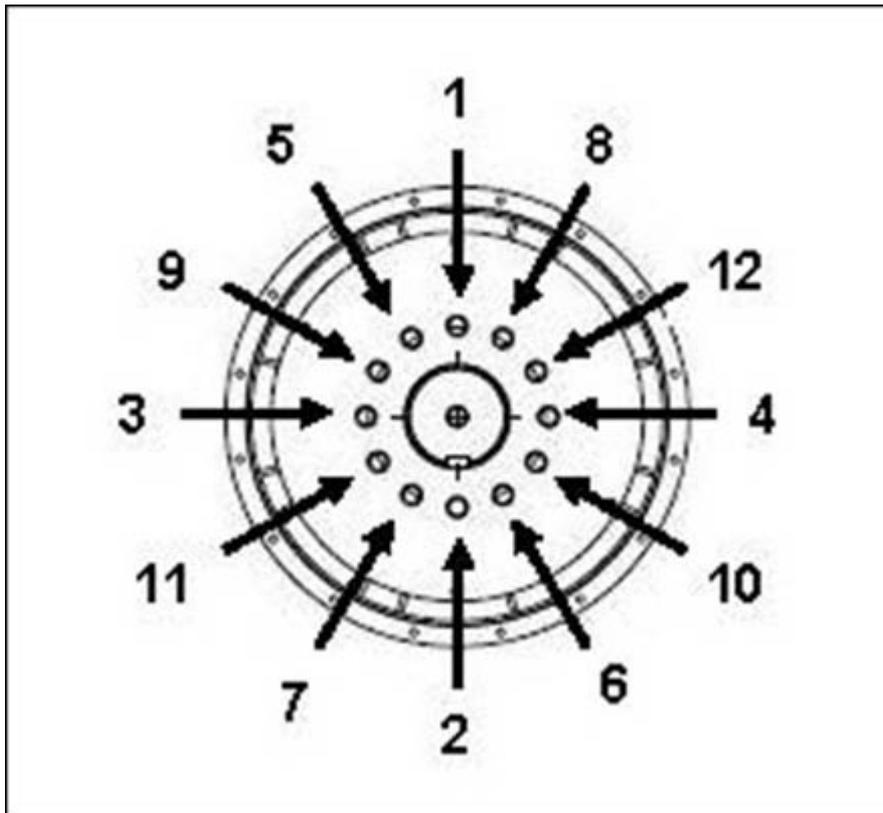

図 18. ハブへの固定手順
4. 必要に応じて、表示の順番でカップリング ディスク ボルトを締め付けます 図 18 ページ 36。